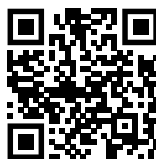

Fig. 146
- ▶ Öffnen sie das Liebherr SmartMonitoring Dashboard. (siehe Fig. 146)